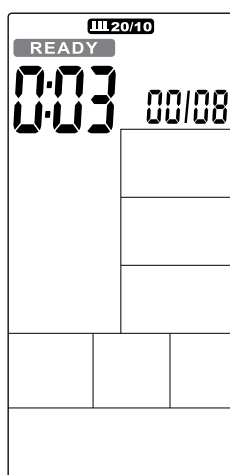

FIGURA 24
- O tempo entra em contagem regressiva de 3 a 0, em seguida, o módulo eletrônico começará, enquanto um alerta sonoro soará uma vez por segundo e a palavra READY (PRONTO) pisca uma vez por segundo, exibindo a contagem '00 / 08' (Figura 24).